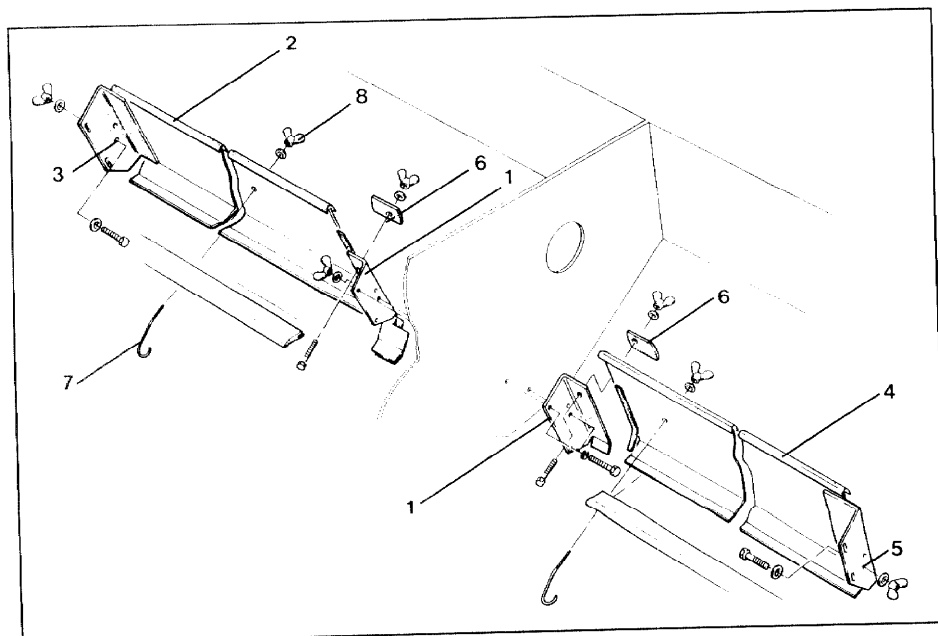

Fig. 51
- Midden-zij-delen(fig.51/1) aan de middenplaat van de zaadkast monteren.
- Rechtse koolzaad-inzetbak (fig.51/2) aan de rechter buitenwand van de zaadkast monteren. Te gebruiken zijn de gaten (fig.51/3)
- Koolzaad-inzetbakken in het midden van de zaadtrechter, met elk een klemplaat (fig.51/6) vastklemmen.